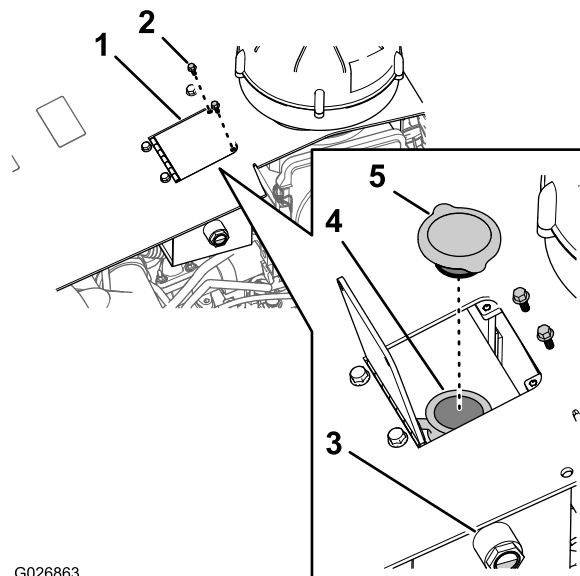
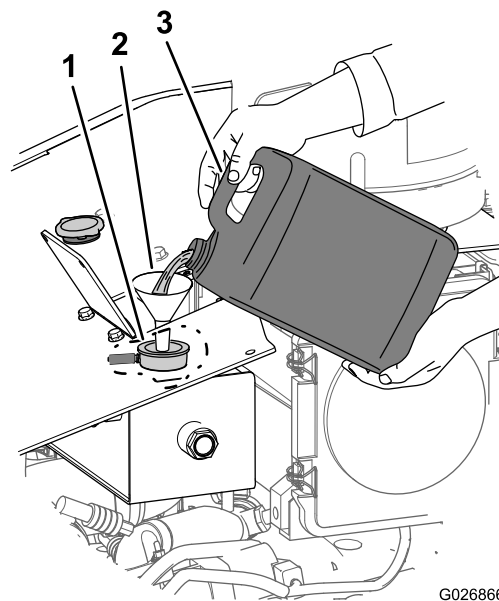

Рисунок 98
Рисунок 105
4. Проверьте уровень охлаждающей жидкости по указателю на торцевой поверхности расширительного бачка (Рисунок 98).
- A. Выверните 2 болта с шестигранной головкой, которыми дверца крепится к капоту машины, и откройте дверцу бака (Рисунок 98).
- B. Снимите крышку с расширительного бачка и долейте охлаждающую жидкость до средней точки на указателе (Рисунок 98).
2. Выверните 2 болта с шестигранной головкой, которыми дверца бака крепится к капоту машины, и откройте дверцу (Рисунок 98).
3. Снимите крышку расширительного бачка (Рисунок 98).
1. Снимите крышку радиатора с расширительного бачка (Рисунок 98).
2. Залейте в систему охлаждения смесь охлаждающей жидкости указанного типа (Рисунок 105) так, чтобы ее уровень дошел до средней точки указателя (Рисунок 98).
3. Установите крышку расширительного бачка (Рисунок 98).
7. Закройте дверцу бака и прикрепите ее к капоту двумя болтами с шестигранной головкой (Рисунок 98), которые вы вывернули на этапе 2 на Слив охлаждающей жидкости из системы (страница 76).